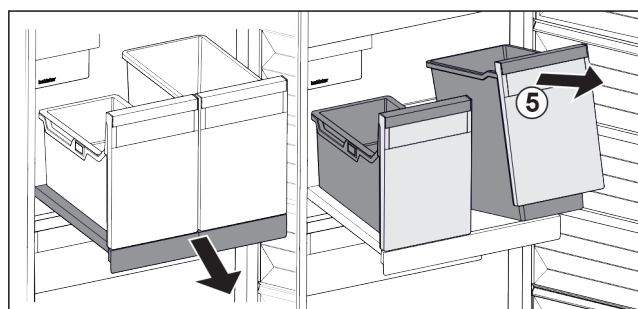

Fig. 80
- ▶ Lyft behållaren Fig. 80 (5) framtill.